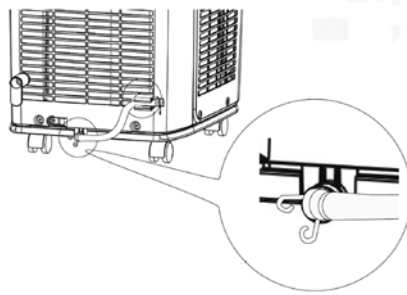

Abbildung 20
- 2** Schließen Sie den mitgelieferten Schlauch J (siehe Abbildung 1) an der Stelle der Gummikappe an (siehe Abbildung 20) und sichern Sie den Schlauch mit Schlauchklemme I.